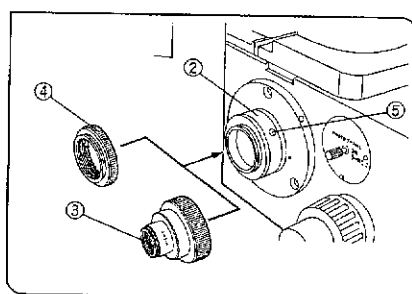

図 110
- 3) Cマウントアダプタ(U-CMT)③またはFマウントアダプタ(U-FMT)④をTVアダプタ(IX-TVAD)②に確実にねじ込みます。(図110)